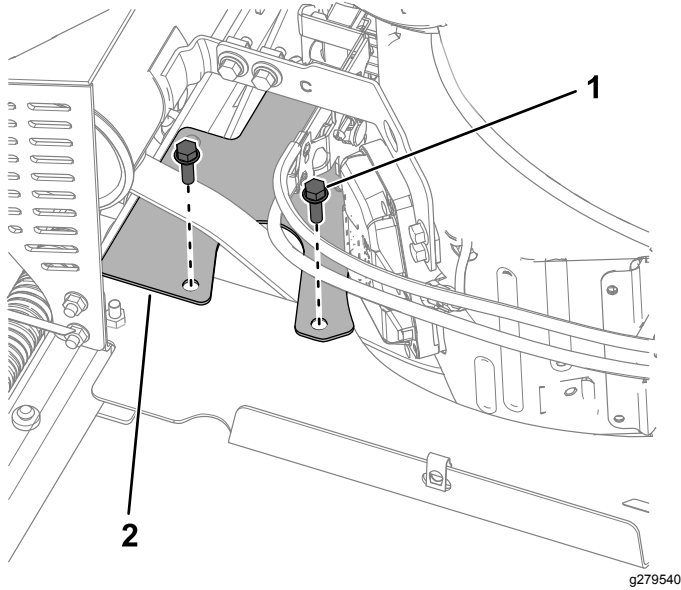

Bild 3
1. Entfernen Sie die beiden Schrauben (5/16" x 1") und die Riemenschutzvorrichtung (**Bild 3**).